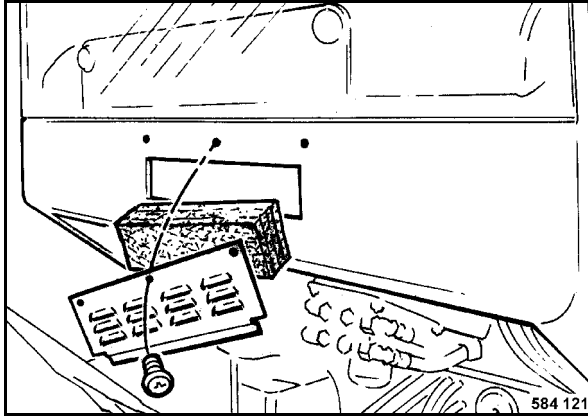

Fig. 165
- Desenroscar los tornillos de fijación de la rejilla de ventilación (Fig. 165) y retirar el filtro.